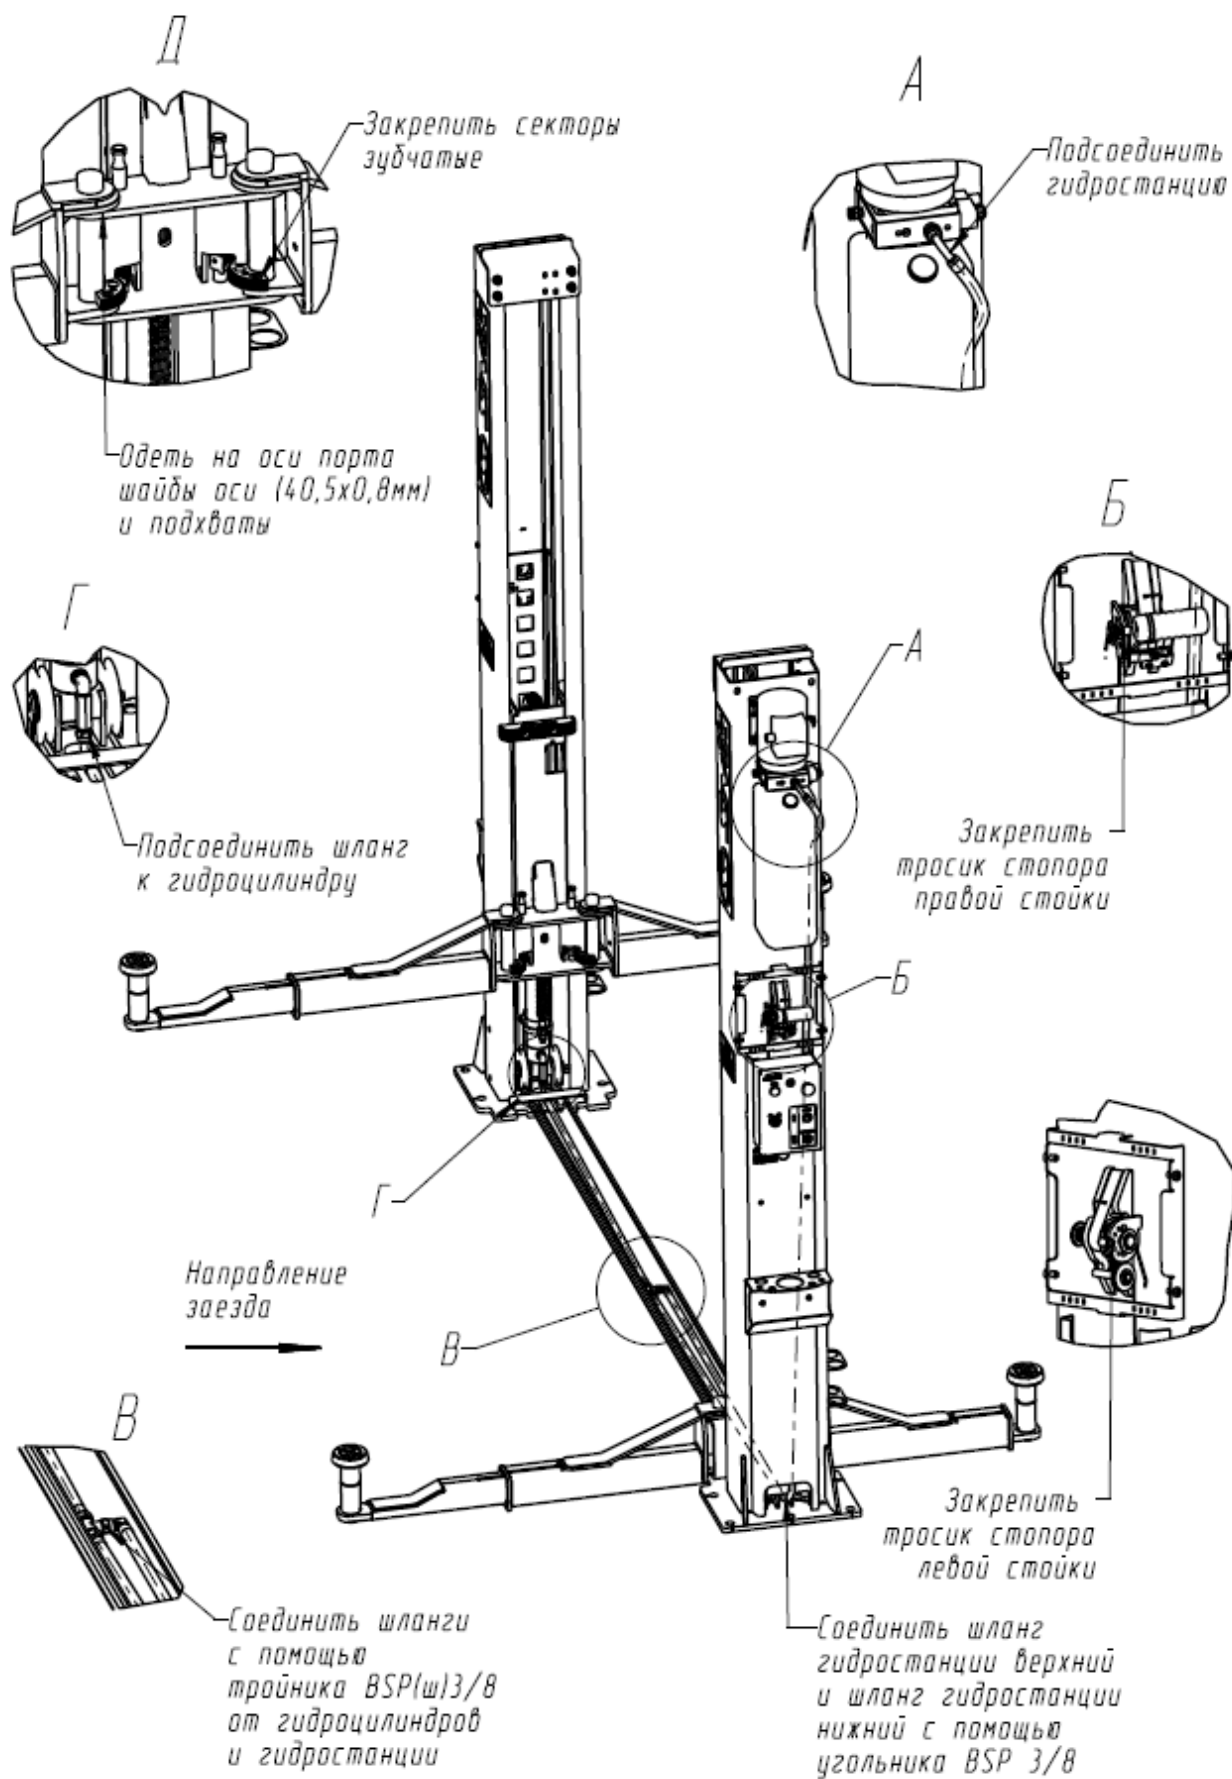

Рисунок 6.2 - Соединение рукавов высокого давления и крепление тросика стопорения.
6.4 Рукава высокого давления (шланги) соединить между собой при помощи тройника согласно схеме гидравлической принципиальной (см. приложение А и Рисунок 6.2). При затяжке гаек не допускается скручивание рукавов. Тройник должен располагаться горизонтально (см. Рисунок 6.2 вид В).
6.5 Установить тросик системы стопорения (см. Рисунок 6.2). Для этого снять кожуа правой и левой стойки. Тросик системы стопорения зафиксировать на барабане правой стойки (см. Рисунок 6.2, вид Б). Другой конец тросика протянуть к барабану левой стойки – вниз, затем горизонтально с использованием отклоняющих блоков и вверх (перед барабаном левой стойки закреплен еще один отклоняющий блок). Выбрать слабинку тросика и зафиксировать его на барабане левой стойки.
6.12 Установить шайбы оси порта каретки 40,5x0,8. Затем установить подхваты на вваренные в каретки оси и зафиксировать, закрепив на нижней вилке подхвата зубчатые секторы. Убедиться, что подхваты опираются на шайбы оси. На оси портов кареток надеть заглушки оси порта каретки (пластик) (см. Рисунок 6.2). Эксплуатация подъемника без установки секторов не допускается.